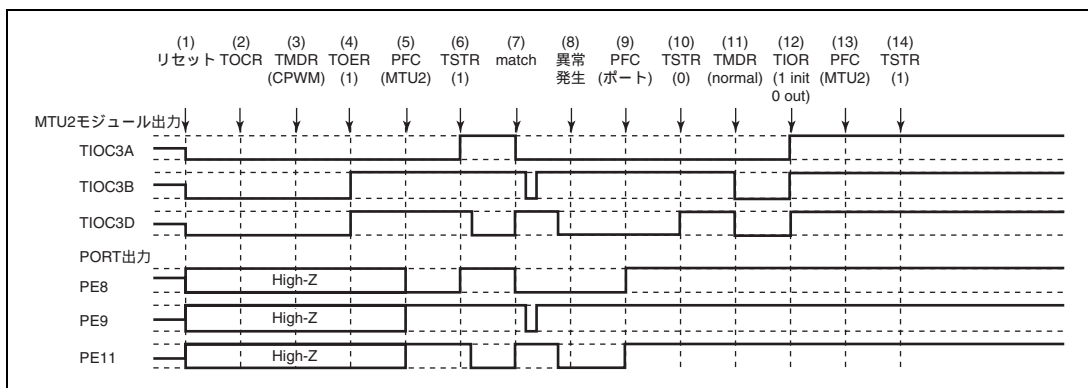

図 11.159 相補 PWM モードで異常が発生し、ノーマルモードで復帰する場合
相補 PWM モードで異常が発生し、再設定後ノーマルモードで再スタートする場合の説明図を図 11.159 に示します。
- (1) ~ (10) は図 11.159 と共通です。
- (11) PWM モード 1 を設定してください (MTU2 出力はローレベルとなります)。
- (12) TIOR で端子を初期化してください (PWM モード 1 では TIOC*B 側は初期化されません)。
- (13) PFC で MTU2 出力としてください。
- (14) TSTR で再スタートします。
(23) 相補 PWM モードで動作中に異常が発生し、相補 PWM モードで再スタートする場合の動作
- (11) PFC で MTU2 出力としてください。
- (12) TSTR で再スタートします。
- (13) コンペアマッチの発生により相補 PWM 波形を出力します。
(24) 相補 PWM モードで動作中に異常が発生し、相補 PWM モードで新たに再スタートする場合の動作
- (11) ノーマルモードを設定し新しい設定値を設定してください (MTU2 出力はローレベルとなります)。
- (12) TOER でチャンネル 3、4 の出力を禁止してください。
- (13) TOCR で相補 PWM モードの出力レベルと周期出力の許可禁止を選択してください。
- (14) 相補 PWM を設定します。
- (15) TOER でチャンネル 3、4 の出力を許可してください。
- (16) PFC で MTU2 出力としてください。
- (17) TSTR で再スタートします。
(25) 相補 PWM モードで動作中に異常が発生し、リセット同期 PWM モードで再スタートする場合の動作
- (11) ノーマルモードを設定してください (MTU2 出力はローレベルとなります)。
- (13) TOCR でリセット同期 PWM モードの出力レベルと周期出力の許可禁止を選択してください。
- (14) リセット同期 PWM を設定します。
(26) リセット同期 PWM モードで動作中に異常が発生し、ノーマルモードで再スタートする場合の動作